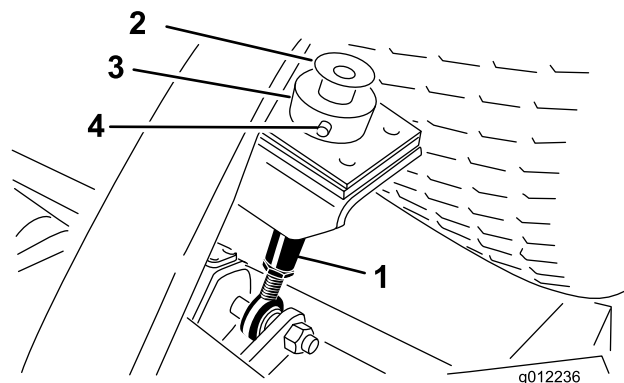

図 20
- 各刈高ロッドの上部についているボルトとワッシャを外す 図 20。
- カッティングユニット後部で、刈高ロッドに刈高カラーを固定しているヘアピンとクレビスピンを外す(図 20)。刈高カラーを外す。